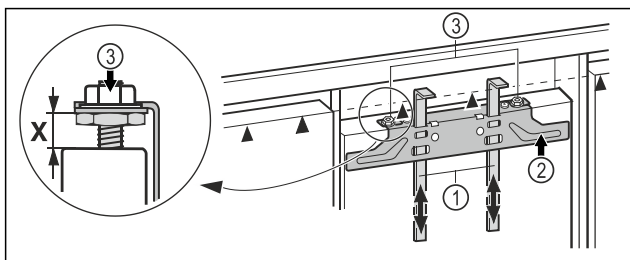

Fig. 44
- Podignite montažna pomagala Fig. 44 (1) na visinu vrata namještaja. Donji rub graničnika ▲ montažnog pomagala = gornji rub montiranih vrata namještaja.
- Odvrnite pričvrtnu poprečnu letvicu Fig. 44 (2) s pomoću protumatica Fig. 44 (3).